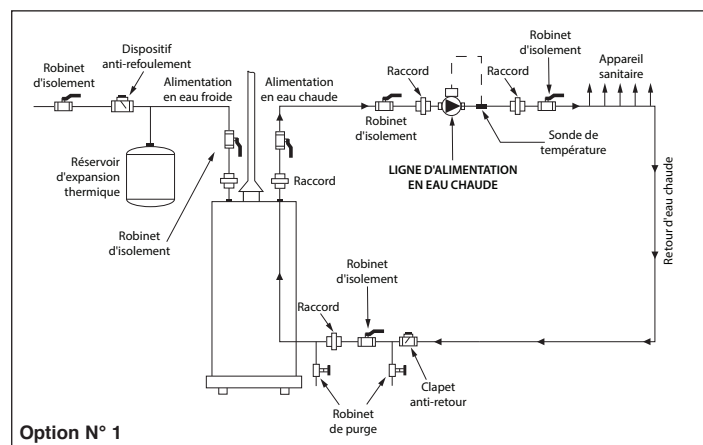

Figure 2: Schéma d'installation (Pour la démonstration seulement)
Ligne d'alimentation en eau chaude (Option N°1) - installez le SmartPlus sur le pompage de la ligne d'alimentation en eau chaude sanitaire (ECS) loin de la source ECS. La sonde externe fournie avec le SmartPlus doit être installée sur la ligne d'alimentation ECS. Consultez la Figure 2.
1. Installez le SmartPlus en ligne sur la ligne d'alimentation en eau chaude en aval de la source d'eau chaude comme le montre la Figure 2.
3. Installez tous les autres composants du système comme indiqué dans le diagramme de tuyauterie de la Figure 2.
5. Fermez le robinet d'isolement sur la ligne de retour entre le chauffe-eau et le clapet anti-retour (voir Figure 2).